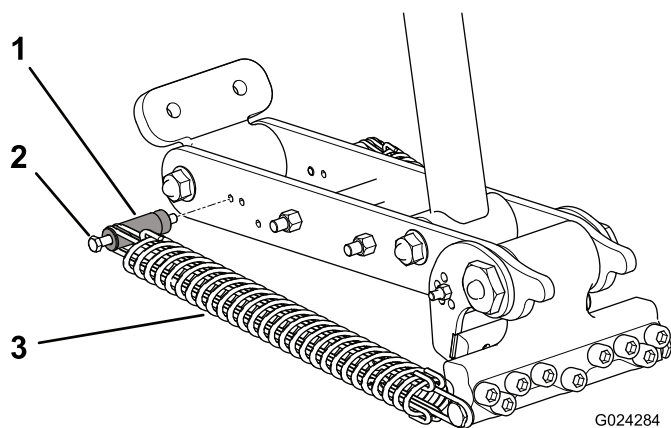
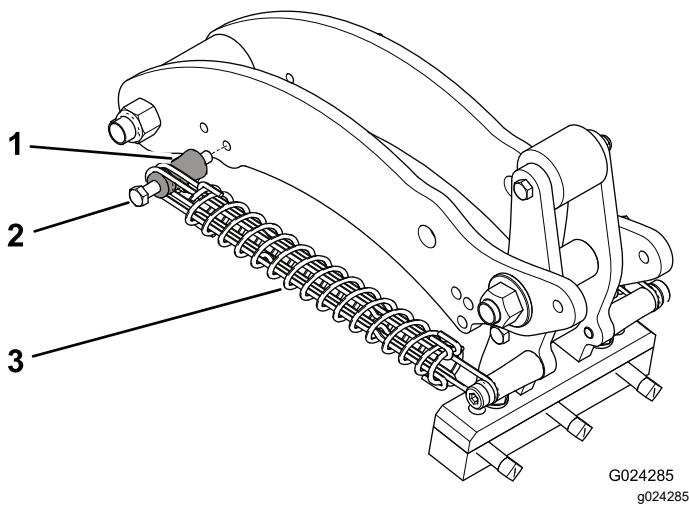

Рисунок 39
Рисунок 40
4. Отверните гайку крепления болта пружинодержателя к рычагу (Рисунок 39 или Рисунок 40).
5. Снимите болт пружинодержателя и пружинодержатель с рычага и переставьте их в другое регулировочное отверстие (Рисунок 39 или Рисунок 40).